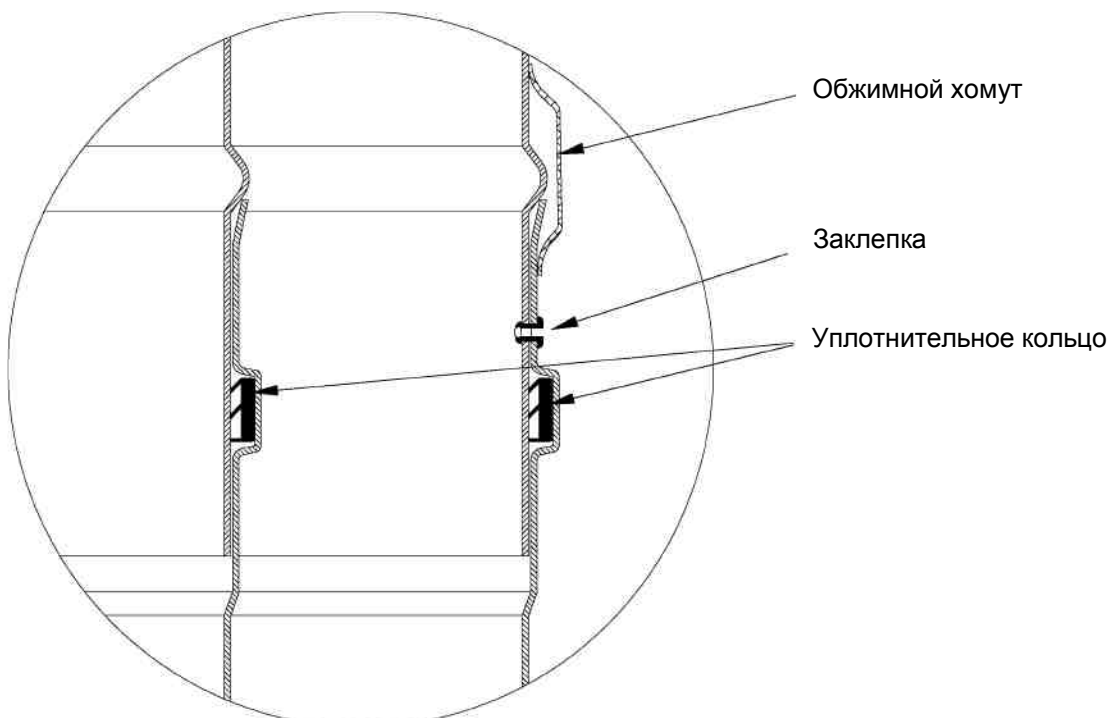

Рис. 8: Крепление терминала
- j) Терминал (оголовок) крепится при помощи обжимного хомута и клепок (см.рис.8) и удерживается от порывов ветра внутри кровли посредством межстропильного или потолочного крепления.
Терминал следует закрепить заклепками и обжимным хомутом. Через каждые 15 см следует установить потайные заклепки. Место установки заклепок приведено на рис. 8.